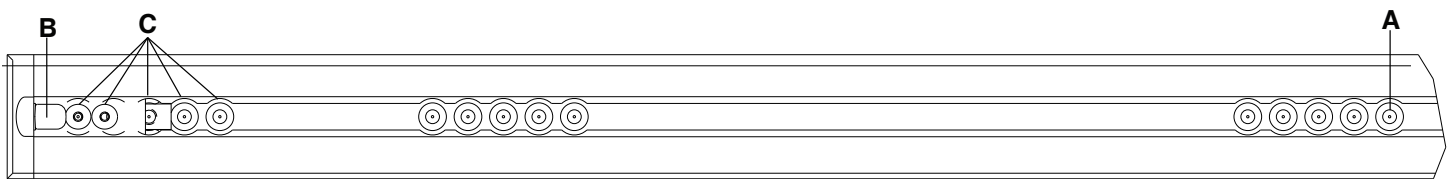

Рисунок 7 – Расположение фиксирующей шайбы напольной пластины со стороны ножного конца
Примечание - Если вы имеете дело с ранее установленной напольной пластиной без кабеля соединения основания с автомобилем, отмерьте 7,6 см или 17,8 см от положения фиксирующей шайбы А по направлению к головному концу (Рисунок 7). Отметьте точку посередине канала. Здесь будет расположен вход электросистемы. См. раздел «Установка напольной пластины» (6390-009-020) относительно инструкций по подключению электросистемы.
Примечание - Предохранительный крюк (B) и расположение дополнительных монтажных отверстий (C) показаны исключительно для справки (Рисунок 7). Они не используются при установке **Performance-LOAD**.